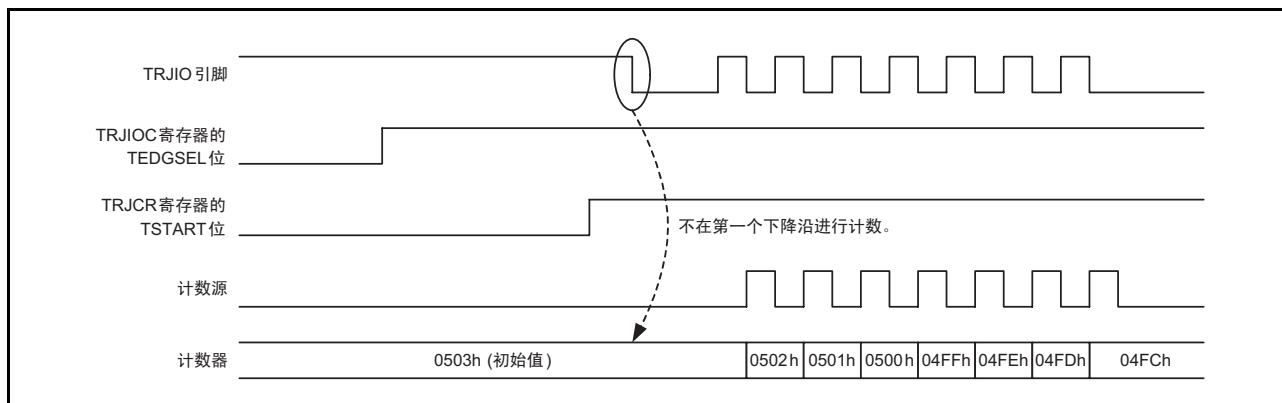

图 13.10 事件计数器模式的外部事件信号时序图（1）
9. 在事件计数器模式中将 TRJIOC 寄存器的 TEDGSEL 位置 “1”（在下降沿进行计数）并且对外部信号（TRJIO）进行计数的情况下，有可能因 TRJCR 寄存器的 TSTART 位的状态而无法正确地进行计数（参照图 13.10）。